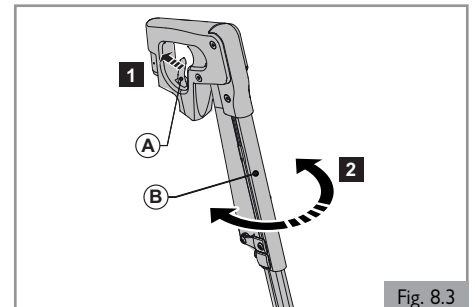

Fig. 8.3
8.2 Despliegue los reposapiernas (Fig. 8.3)